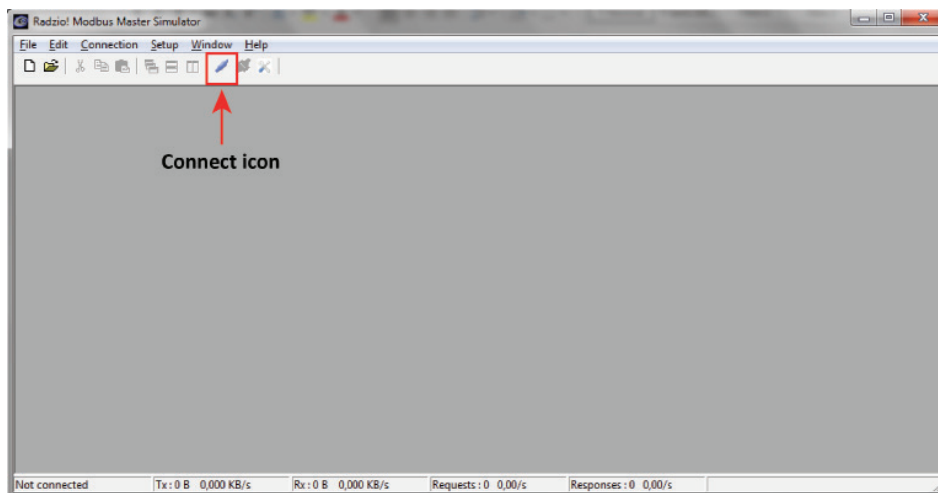

Abbildung 8: Symbol Connect
9. Klicken Sie in der Radzio-Symboleiste auf das Symbol **Connect**, um die Verbindungen herzustellen. (Abb. 8)